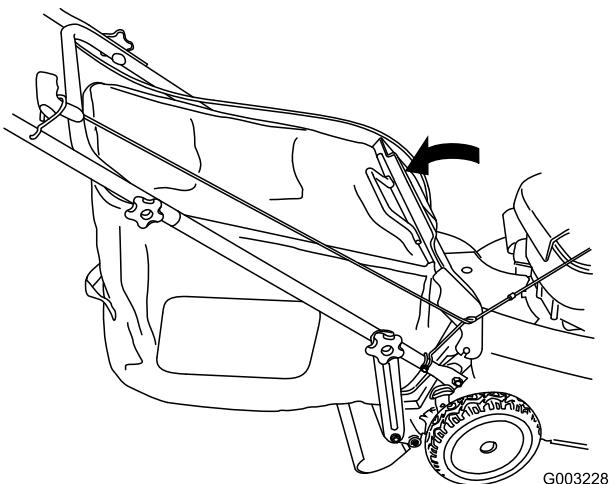

Bild 25
5. Lassen Sie die hintere Klappe ab (Bild 25).